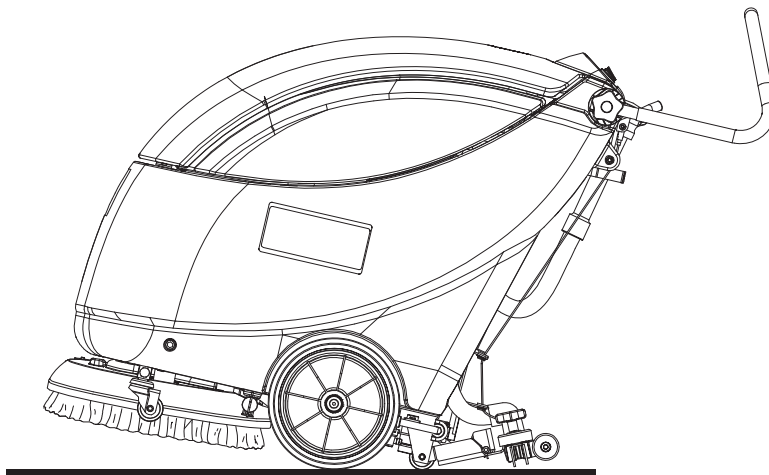

Рис. 2
2. Отсоедините шнур питания (21) от электросети и намотайте его на держатель.
3. Поднимите швабру с помощью рычага (19).
4. Возьмитесь за ручку управления (2) и слегка опустите ее, пока заднее колесо (7) не коснется пола (Рис. 2). Удерживая машину в этом положении, подтолкните ее к месту транспортировки/парковки.
5. Чтобы по окончании работы не тянуть щетку/прокладку по полу и не оставлять мокрые следы, снимите щетку/прокладку с платформы с помощью выпускного устройства (описание этого действия см. в разделе «После использования машины»), затем установите ее на опору (25).